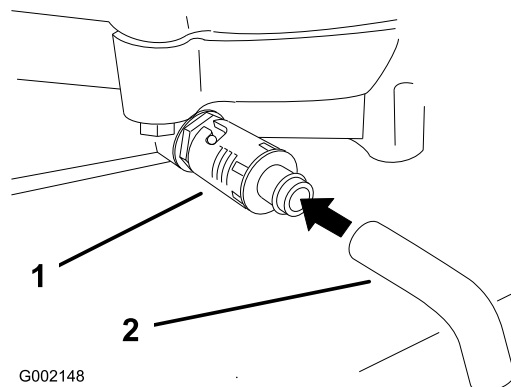

Figure 31
4. Placez un bac sous la vidange. Tournez le robinet de vidange pour permettre à l'huile de s'écouler (Figure 31).